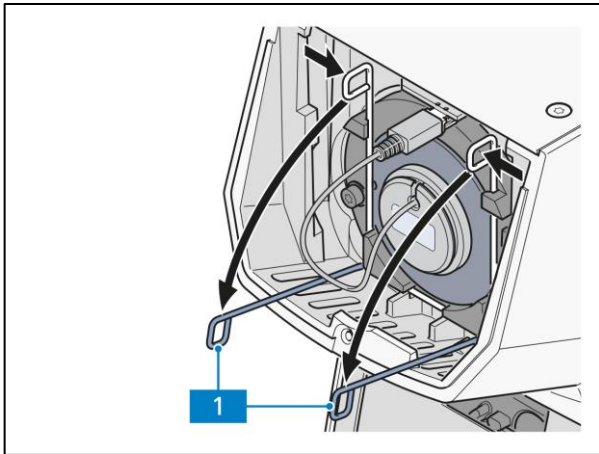

Abb. 3-22 Schlaufen nach vorne kippen
- An den Schlaufen (Abb. 3-22/1) den Klemmbügel der Lampenhalterung beidseitig zusammen drücken und nach unten kippen.
- Klemmbügel (Abb. 3-22/1) der Lampenhalterung anheben, bis sie vollständig an der Lampenhalterung anliegen. Dabei die beiden Klemmbügelenden leicht zusammendrücken und an den beiden oberen Haltelemente vorbeiführen. Druck dann soweit wegnehmen, dass sich der Klemmbügel öffnet und beidseitig hinter den Haltelementen einrastet.